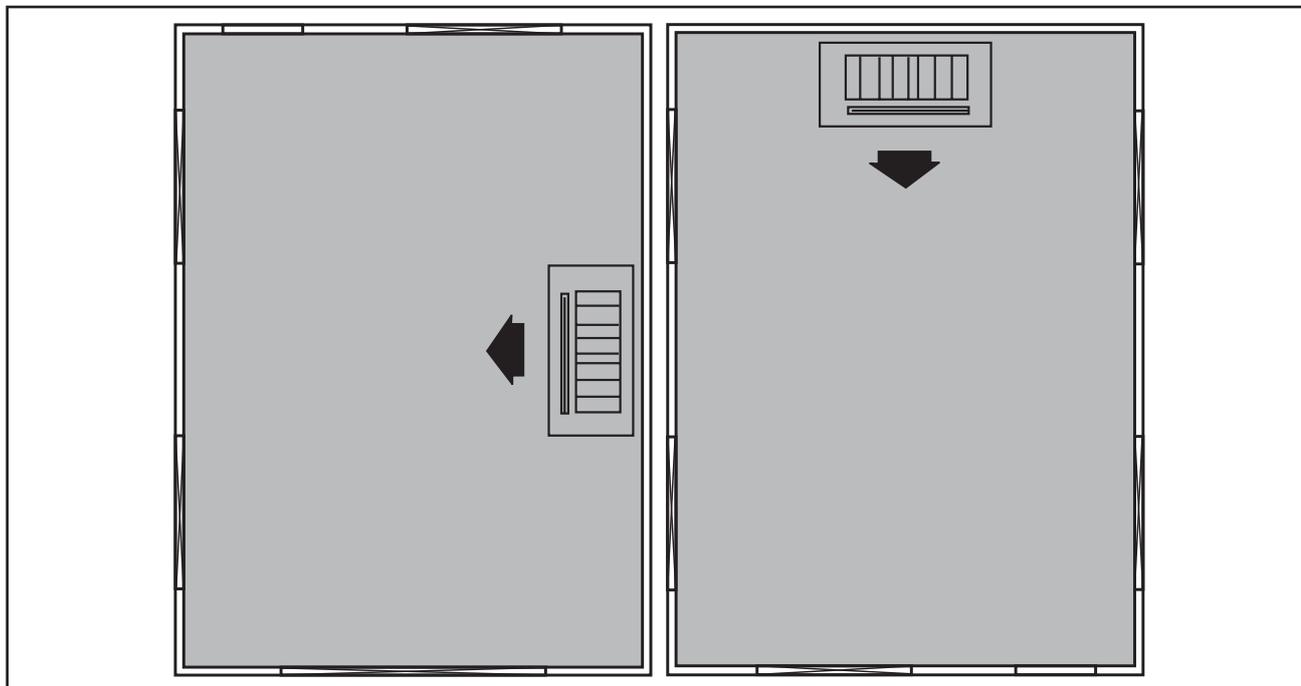

FIG. 9 - SAÍDA DE INSUFLAMENTO E POSIÇÃO DA UNIDADE EVAPORADORA NO AMBIENTE
- Procure instalar a unidade próxima a uma parede e em posição mais centralizada no ambiente (fig. 9), obtendo assim a melhor distribuição de ar; porém, caso haja necessidade, esta pode ser instalada em um dos cantos.